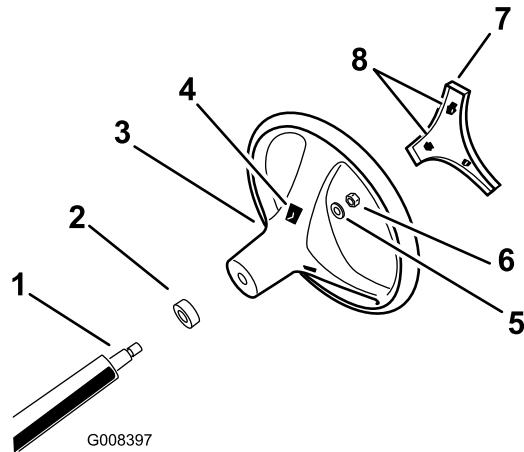

Figure 3
| 5. Placez les languettes du couvre-moyeu en face des fentes dans le volant et enclenchez le couvre-moyeu sur le moyeu du volant (Figure 3). | |
4. Fixez le volant à l'arbre au moyen du contre-écrou (Figure 3). Serrez le contre-écrou à un couple de 24 à 29 Nm.